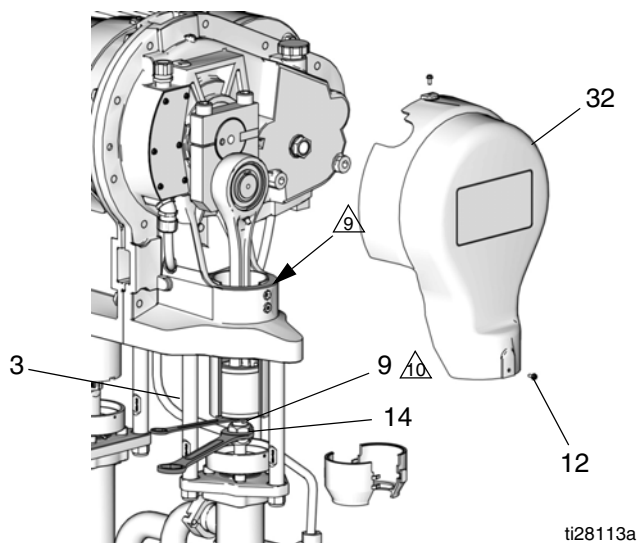

FIG. 16. Remova a porca de acoplamento.
1. Faça jog com o motor para colocar o lado da bomba em reparo no fundo do curso. Isto permite o acesso à porca de acoplamento (14).
4. Retire dois parafusos (12) e a tampa. FIG. 16 mostra a tampa (32) no lado oposto do motor; a tampa lateral do motor é (21).